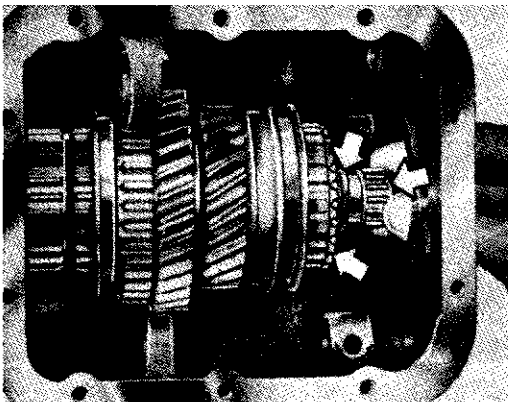

Fig. 42. — Montage de l'arbre secondaire dans le carter de boîte
- Glisser le tout dans le carter. Remonter l'anneau de synchro sur le petit moyeu, la rondelle et le roulement (fig. 42).